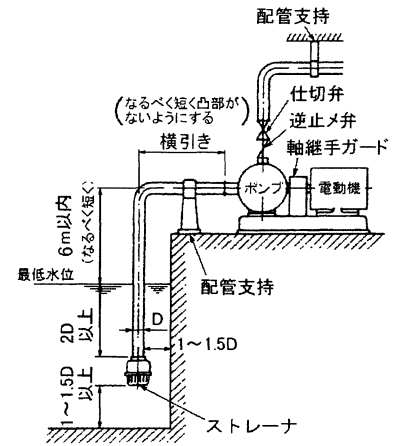

図 2 据付図
- (1) ポンプに吸込配管、吐出し管の荷重がかかると芯狂いの原因となりますので、図 2 のように十分な配管支持をしてください。
- (2) 配管が長い場合、実揚程が高い場合、自動運転の場合、および 2 台以上のポンプの並列運転の場合には必ずポンプの吐出し側に逆止め弁と自吸用空気抜弁を取付けてください。自吸用空気抜弁は自吸運転中、吸込側配管の空気を排出するためのもので、逆止め弁のすぐ下を取付けてください。
- (3) 装置上どうしても空気だまりが避けられない箇所には、空気抜き弁を取付けてください。ただし、吸込配管などで負圧になる所には取付ないでください。逆に空気を吸込みます。
- (4) 水撃（ウォーターハンマ）がおこる危険性のある場合は、急閉逆止め弁を設けるなどの対策を施してください。
- (5) 吸上げの場合
- (a) 吸込配管の末端は図 2 のように管径 (D) の 2 倍以上深く、底より 1~1.5D 以上離してください。